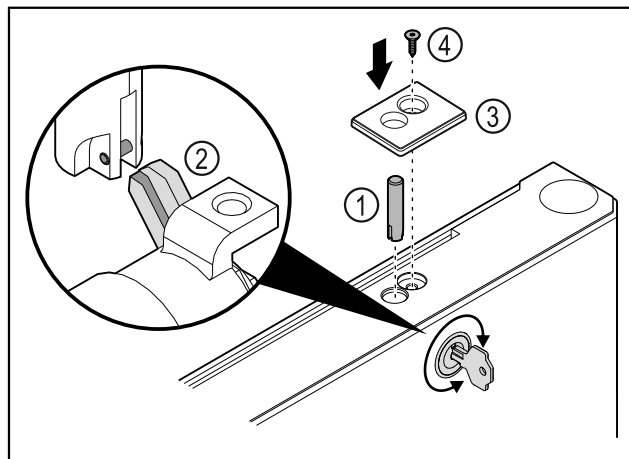

Fig. 47
- ▶ Zasuňte zámkový čep Fig. 47 (1).
- ▶ Mírně otočte zámek, aby se zámkový čep Fig. 47 (2) zacvaknul do vybrání zámku.
- ▶ Nasad'te kryt Fig. 47 (3).
- ▶ Vložte šroub Fig. 47 (4).